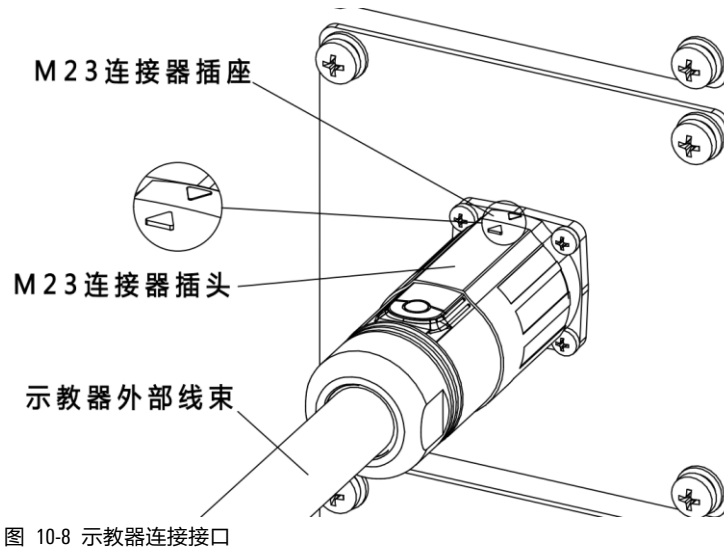

图 10-8 示教器连接接口
- 步骤1. 示教器连接接口采用快插式连接器连接。将示教器外部线束的 M23 连接器插头上的三角符号与 M23 连接器插座上的三角符号对齐（如图 10-8 中的放大图），推入插头，并顺时针旋转 45 度，使其与插座卡紧。